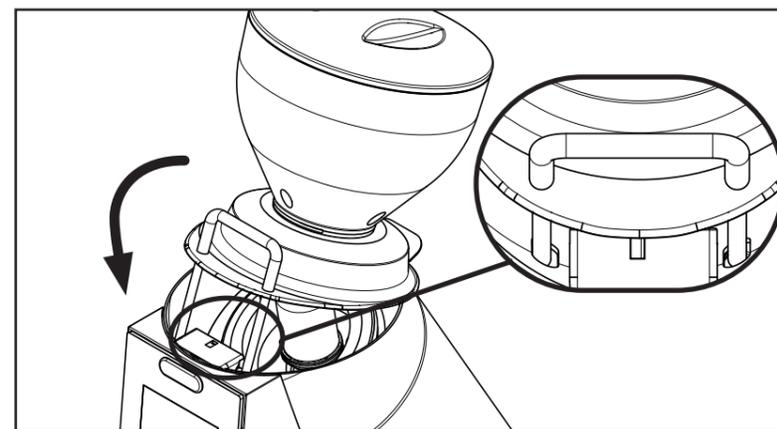

Figura 2
- Inserire l'assieme tramoggia caffè (2) come illustrato nella figura 2. Assicurarsi che sia inserita correttamente all'interno dell'alloggiamento.
- Controllare che l'interruttore luminoso (5) sia spento (0) e che la spina sia inserita correttamente nella presa di corrente